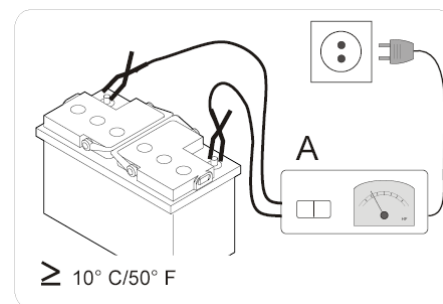

图 9
2.1 在新车检测或易手车检测之前 ⇒ 连接推荐的充电器，请参见步骤→ 11.，(→ 图 9)。